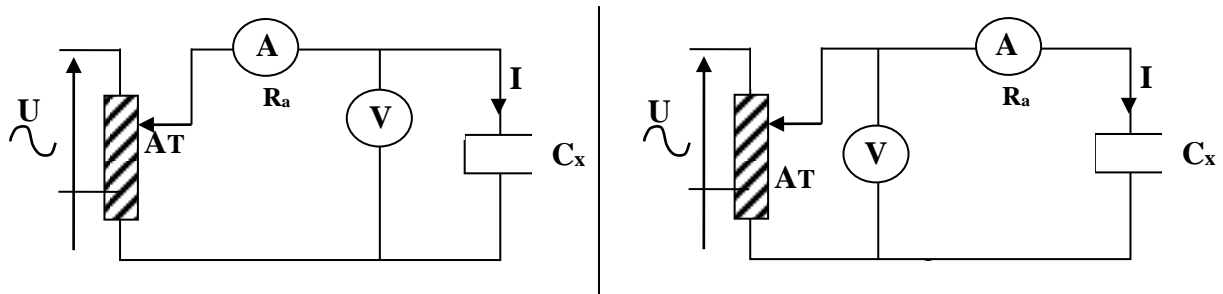

Figure1 : Montage Aval et Amont.
1) **Méthode V.A:** on réalise le montage aval puis amont suivant la figure 1.